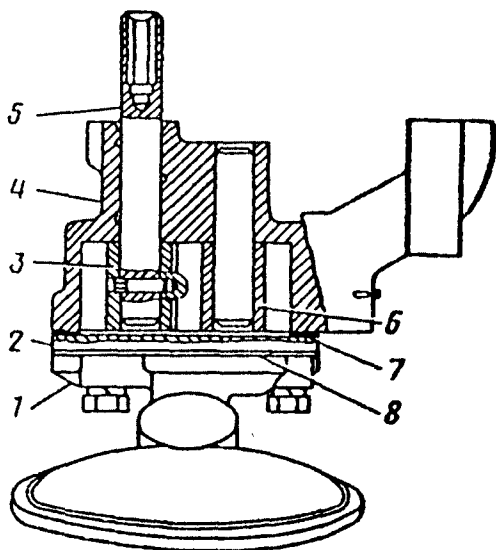

Рис. 65 Масляный насос:
Система смазки двигателя (рис. 65) комбинированная: под давлением и разбрызгиванием. Маслом под давлением смазываются коренные и шатунные подшипники коленчатого вала, подшипники распределительного вала, упорные подшипники коленчатого и распределительного валов, втулки коромысел и верхние наконечники штанг толкателей. Остальные детали смазываются разбрызганным маслом.
**Масляный насос** (рис. 65) шестеренчатого типа установлен внутри масляного картера. Насос прикреплен двумя шпильками к наклонным площадкам на третьей и четвертой перегородках блока цилиндров. Точность установки насоса обеспечивается двумя штифтами-втулками, запрессованными в блок цилиндров. Корпус насоса 4 отлит из алюминиевого сплава, шестерни 3 и 6 имеют прямые зубья и изготовлены из металлокерамики (спеченного металлопорошка). Ведущая шестерня 3 закреплена на валике 5 штифтом. На верхнем конце валика сделано шестигранное отверстие, в которое входит вал привода масляного насоса. Ведомая шестерня 6 свободно вращается на оси, запрессованной в корпус насоса.